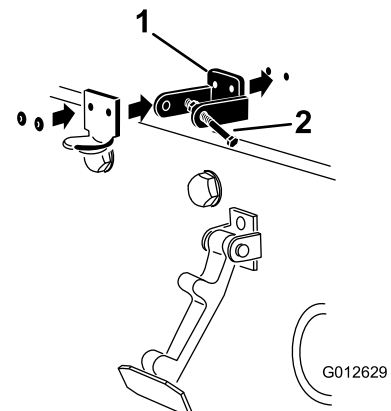

図 6
3. CE 用ロックブラケットとフードラッチブラケットの取り付け穴をそろえて、フードの上に位置決めする。ロックブラケットをフードに当てて取り付ける (図 6)。ロックブラケットアームからボルト&ナットアセンブリを外してしまわないこと。
5. ブラケットとワッシャをフードにリベットで固定する (図 6)。